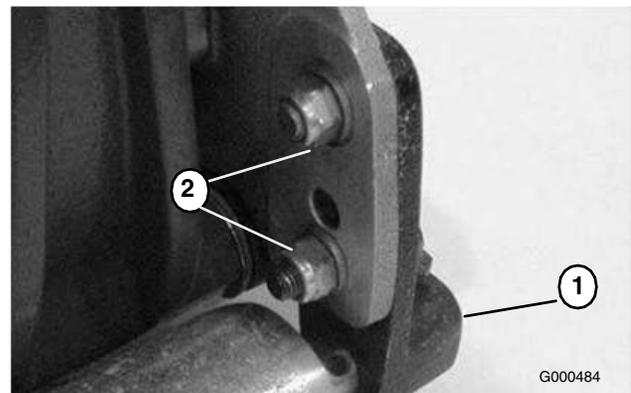

Bild 47
4. Lösen Sie die Sicherungsmuttern, mit denen der rechte, hintere Walzenbügel an der Seitenplatte des Mähwerks befestigt ist (Bild 47).